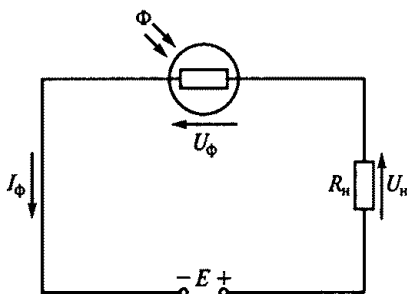

Рис. 188
7.36. Как изменятся напряжения на нагрузке U_n и фоторезисторе U_Φ (рис. 188) при увеличении светового потока Φ ?